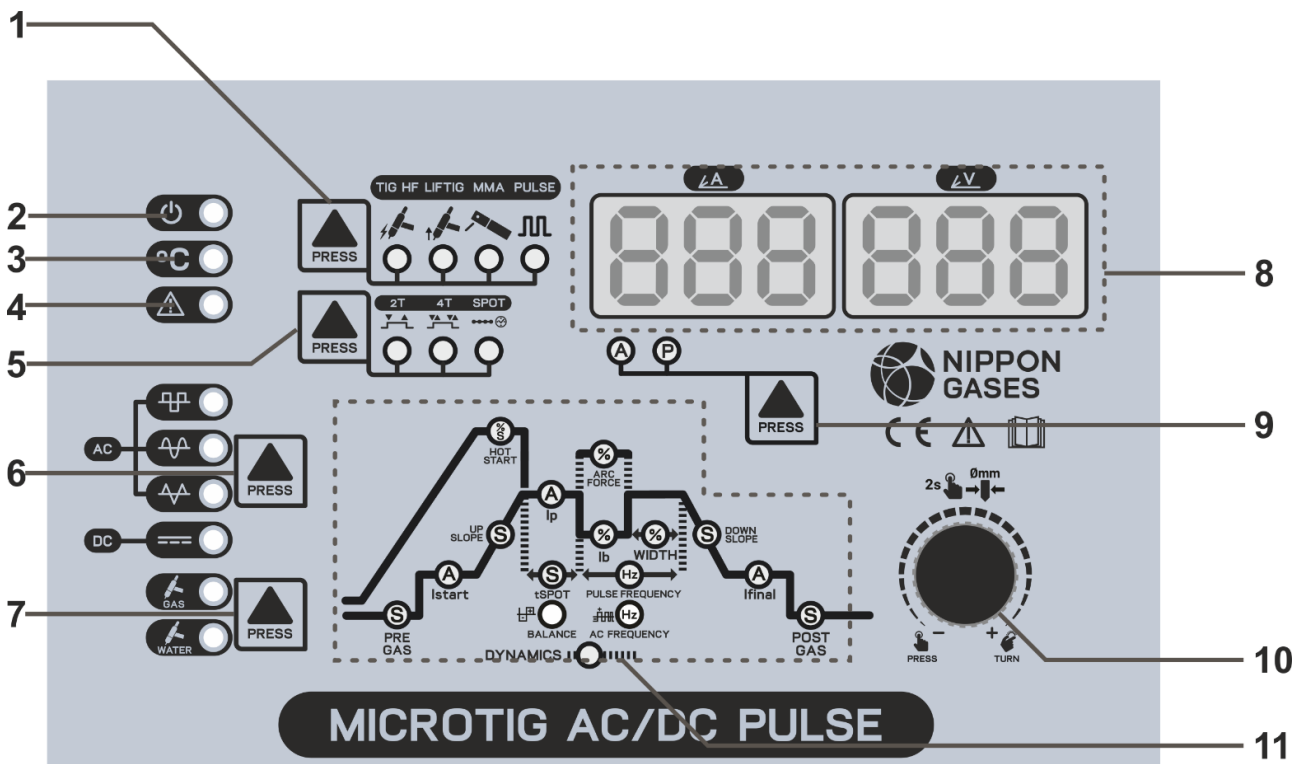

Fig. 1 - Painel de controlo
- Hot Start (Fig.1 - 1) - Para forçar a ignição de arco, ajustar a percentagem de hot start em relação à corrente principal e/ou o tempo (segundos).
- Arc Force (Fig.1 - 3) - Para evitar a colagem do eléctrodo à peça a soldar durante a soldadura, ajuste a percentagem, de arc force em relação à corrente principal.